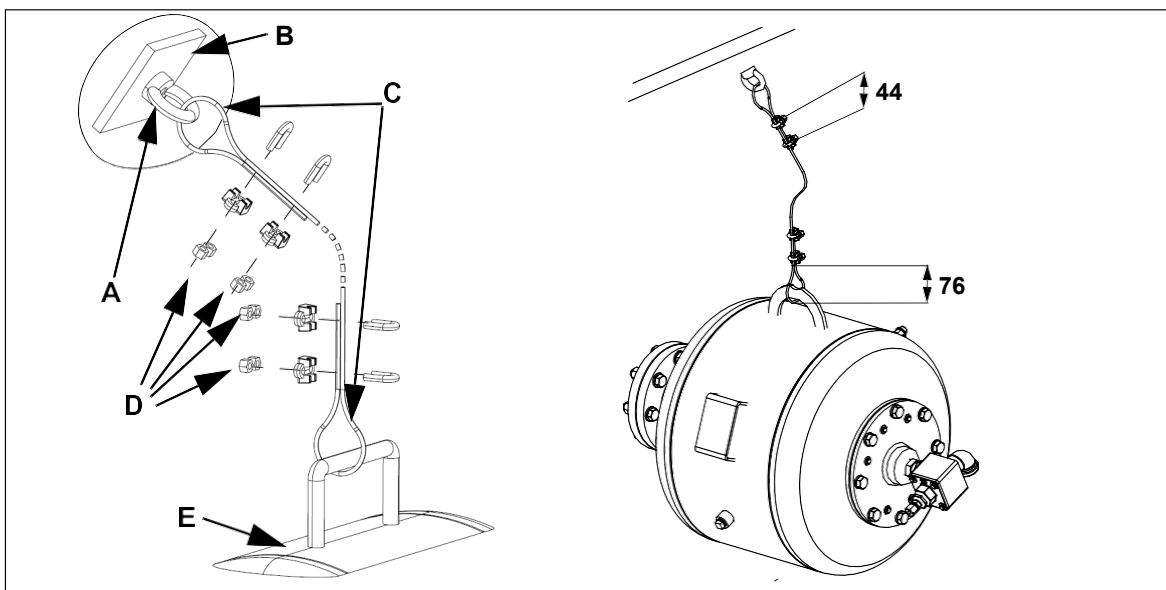

Fig. 3:
1. Fije el anillo de fijación suministrado (A, Fig. 3) a la pared del recipiente (B, Fig. 3) con una soldadura en ángulo de 6 mm.